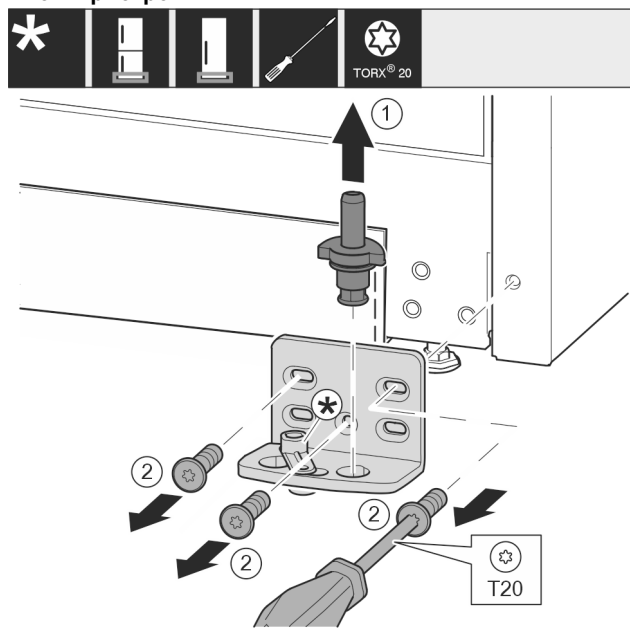

Fig. 9
- ▶ Опорний гвинт цілком витягніть рухом вгору. Fig. 9 (1)
- ▶ Викрутіть гвинти за допомогою викрутки T20 та зніміть опорний кронштейн. Fig. 9 (2)